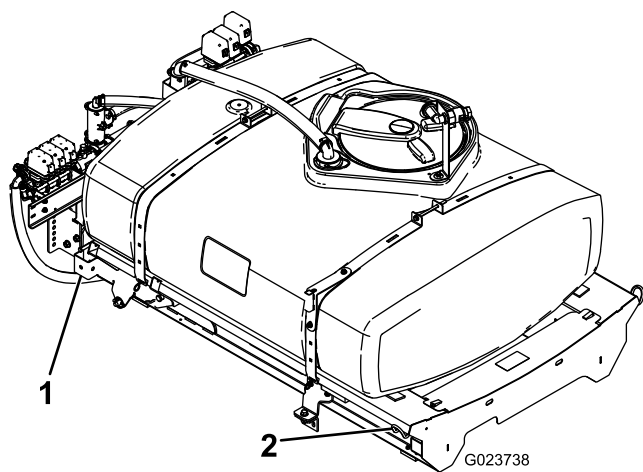

Figura 8
1. Folosind un elevator, ridicați ansamblul rezervor - supapă (Figura 8) și poziționați-l peste cadrul vehiculului, cu ansamblurile pompei și ale supapelor orientate în spate.